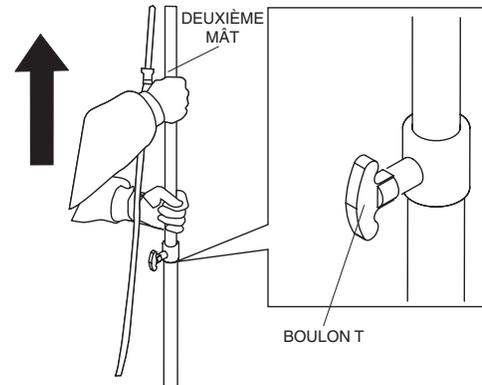

Figure 24. Abaisser le deuxième mât
1. Déserrer le boulon en T en tenant le deuxième mât et en poussant le mât complètement vers le bas. Bien serrer le boulon en T. Voir Figure 24.